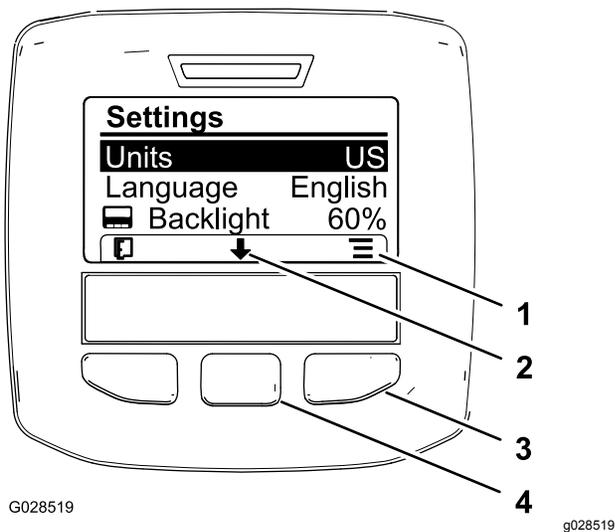

Bild 63
2. Drücken Sie zum Ändern der Maßeinheit die rechte Auswahltaste, um die aufgeführte Maßeinheit zu ändern (Bild 63).
- Drücken Sie die mittlere Auswahltaste (die Taste unter dem nach unten zeigenden Symbol auf dem Display), um die für das Display verwendete Sprache zu ändern, und die ausgewählte Option auf „Sprache“ zu verschieben (Bild 63).
- Wenn Sie die rechte Auswahltaste (die Taste unter dem Listensymbol auf dem Display) drücken, wird die aufgeführte Sprache, die für das Display verwendet wird, markiert (Bild 63).
- Drücken Sie die linke Auswahltaste, um den Homebildschirm anzuzeigen (Bild 63).